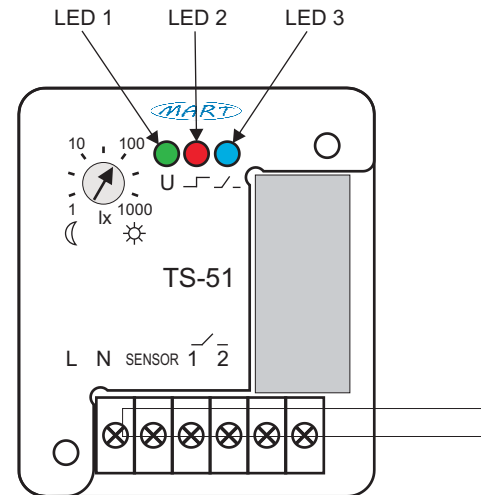

Abb. 2: Frontansichten des TS-51.
4. Versorgungsspannung einschalten - LED 1 leuchtet (Abb. 2)
Bei Überschreiten des am Drehknopf eingestellten Pegels leuchtet LED 2 (Abb. 2, unverzüglich) und nach ca. 30 Sekunden wird das Betriebsrelais aktiviert, was durch LED 3 angezeigt wird.